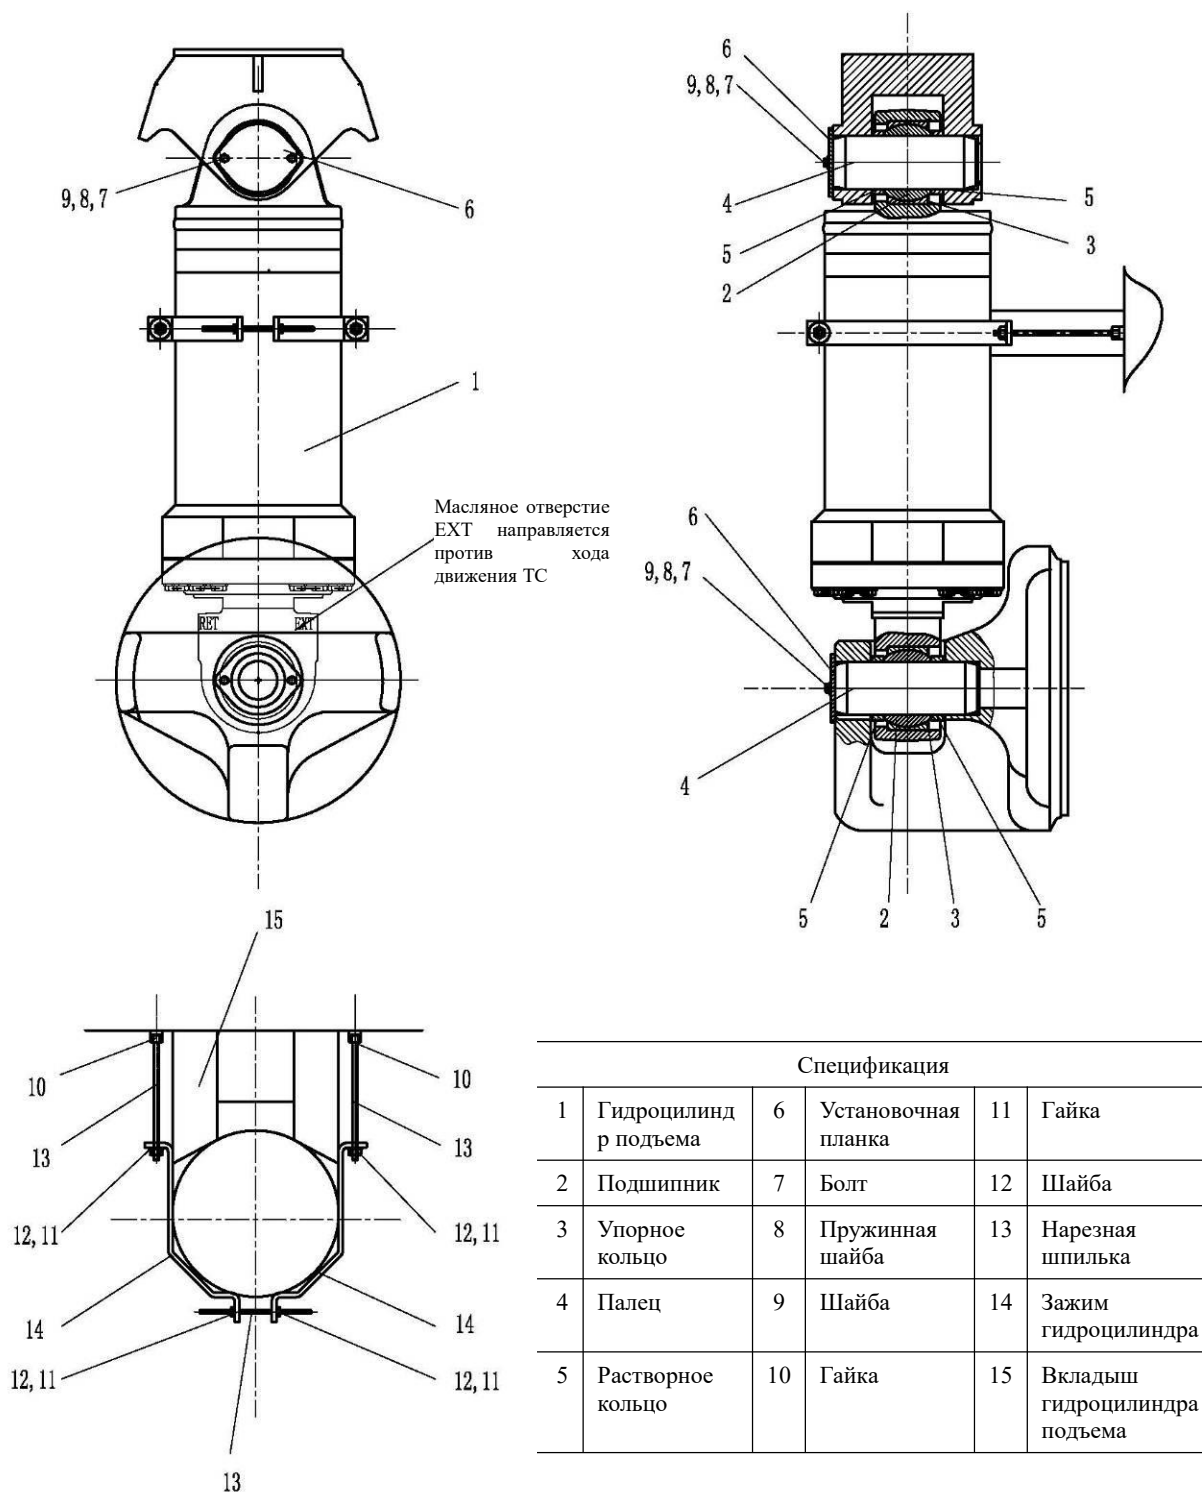

Рис. 2. Монтажная схема гидроцилиндра подъема
Номера позиций в скобках совпадают с номерами позиций на рис. 2.
1. Очистить все металлические компоненты в растворителе, в частности уплотнительные канавки 2-ей трубы (3), поршня (10) и направляющей втулки (17), отверстия во всех трубах. Проверить наличие/отсутствие износа или повреждений. Отремонтировать или заменить по мере необходимости.
3. Проверить подшипник (поз. 2 на рис. 2) и стопорное кольцо (поз. 3 на рис. 2) на 1-ей трубе (23) и 3-ей трубы (11) на наличие повреждений, износа и коробления. В случае
4. Проверить верхний палец, нижний палец (поз. 4 на рис. 2) на наличие износа или повреждений. Отремонтировать или заменить по мере необходимости.
9. Установить направляющую втулку (17) на 1-ую трубу (23) в сборе, следует обращать особое внимание на защиту уплотнительного элемента направляющей втулки (17) от повреждения.
10. Установите контровочную проволоку (18), болт (19) и шайбу (9), используемые для крепления направляющей втулки (17). Момент затяжки болта (19) составляет 280-290 фут-фунтов (380-390 Н.м), затяните в перекрестном порядке моментом затяжки 100, 200 и 280-290 фут-фунтов (135, 265 и 380-390 Н.м).
11. Если подшипник (поз. 2 на рис. 2) и стопорное кольцо (поз. 3 на рис. 2) были сняты с 1-ой трубы (23) и 3-ей трубы (11), то установить подшипник (поз. 2 на рис. 2) и стопорное кольцо (поз. 3 на рис. 2).